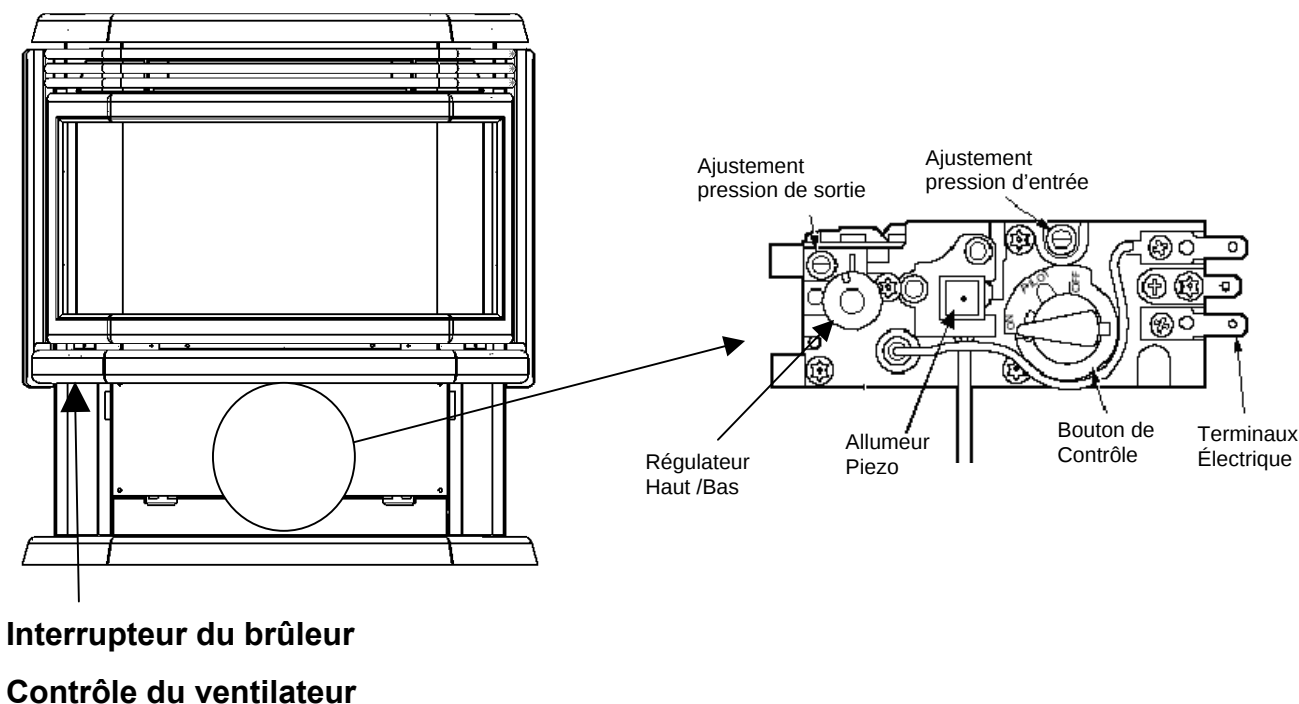

Figure 2
La porte vitrée et la grille supérieure **doivent** être installées avant de faire fonctionner l'appareil. Ne faites **jamais** fonctionner l'appareil si la porte n'est pas en place ou si la vitre est brisée, l'air vicié de l'appareil pourrait s'introduire à l'intérieur de l'habitation. Cet appareil **ne peut pas** s'employer avec des combustibles solides. N'utilisez pas de pièces ou matériaux autres que ceux recommandés par Osburn. Maniez la vitre avec précaution. On trouvera le panneau de contrôle illustré à la figure 2 ci-dessous en ouvrant la porte d'accès se trouvant sur le devant du piédestal.
1. Pour éteindre seulement le brûleur principal, éteignez l'interrupteur mural, le thermostat ou l'interrupteur Marche/Arrêt qui se trouve à gauche sous la tablette à cendres tel qu'illustré à la figure 2.
L'appareil est muni d'une valve dont le bouton « HI/LO » (Feu élevé/réduit) permet de contrôler le débit calorifique et la hauteur des flammes (voir la figure 2).
L'interrupteur de commande du brûleur est situé à gauche et sous la tablette à cendre décorative (voir la figure 2). Pour une plus grande commodité, le poêle peut également être actionné par un thermostat, un interrupteur mural ou une télécommande. L'utilisation d'un thermostat mural est requis lorsqu'un appareil est installé dans une chambre à coucher. On pourra se procurer un thermostat et/ou une télécommande fonctionnant sur millivolts auprès de tout détaillant Osburn autorisé.